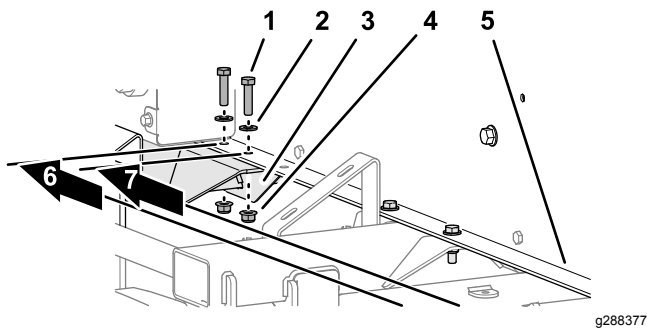

Figura 13
1. Meça 146,5 cm e 151,6 cm a partir da proteção de lavagem até aos furos na calha (Figura 13).
2. Monte a calha no suporte ranhurado da travessa traseira (Figura 10 e Figura 13) com dois parafusos (5/16 pol. x 1 1/4 pol.), 2 anilhas (5/16 pol.) e uma porca de bloqueio flangeada (5/16 pol.).